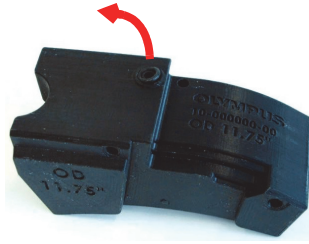

Рис. 5-5 Замена уплотнительного кольца разъема для подающей трубки
1. С помощью специального инструмента (крестовой отвертки) аккуратно снимите старое уплотнительное кольцо, стараясь не повредить присадочную поверхность призмы (см. Рис. 5-5 на стр. 53).